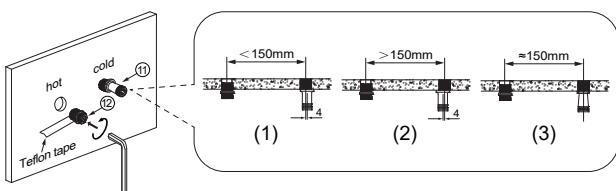

Figure 1
- b) Installez et ajustez le connecteur courbe (Figure 1). Enroulez le ruban de teflon dans le sens inverse des aiguilles d'une montre sur le filetage de l'extrémité G1/2 du connecteur courbe. Raccordez le connecteur courbe au tuyau d'eau froide. Tournez et ajustez le raccord courbe pour vous assurer que la distance entre le centre du tuyau d'eau chaude et le centre du raccord courbe est de 150 mm.
- (1) Lorsque la distance entre les trous de sortie d'eau chaude et froide est <150mm, l'axe du pied de manivelle doit être tourné vers la droite.
- (2) Lorsque la distance entre les trous de sortie d'eau chaude et froide >150mm, l'axe du pied de la manivelle doit être tourné vers la gauche.
- (3) Lorsque la distance entre les trous de sortie d'eau chaude et d'eau froide est ~150m, l'axe du pied de la manivelle doit être tourné vers la direction verticale approximative.